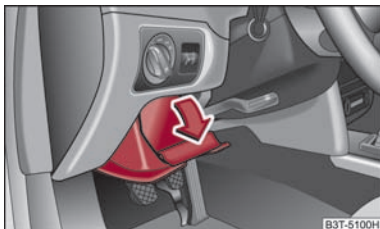

Abb. 107 Schalttafel: Ablagefach auf der Fahrerseite
- Das Ablagefach wird durch Anheben des Griffes und Aufklappen in Pfeilrichtung ⇒ Abb. 107 geöffnet.